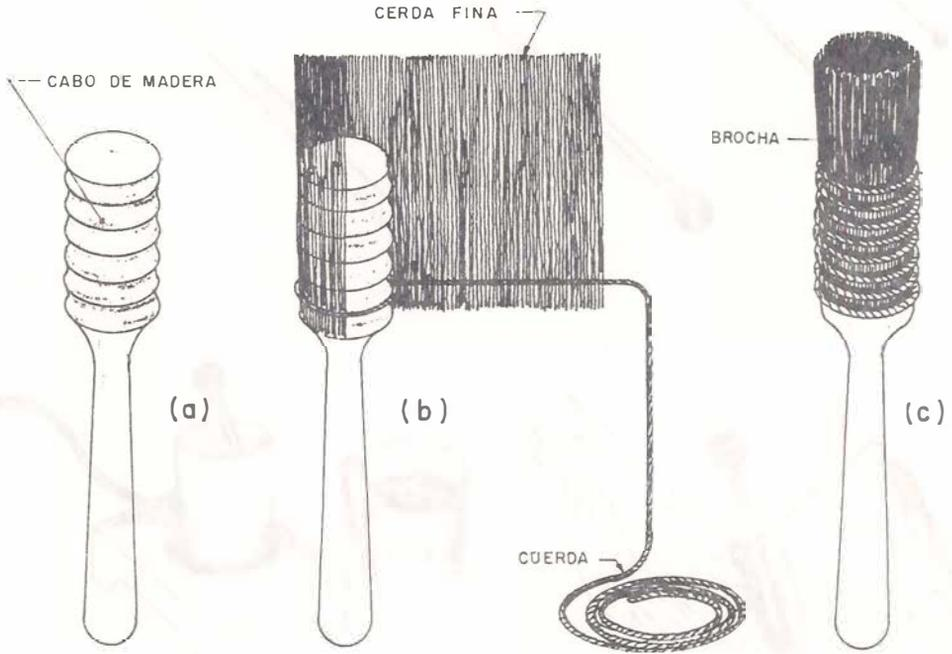

Fig. 68
3. En el caso de no conseguir en el comercio brochas y pinceles como los recomendados, es interesante que el modelista aprenda a fabricarlos, para lo cual se puede emplear este sencillo método (Ver Fig. 68).
- b. Tome una pita y anúdela al cabo, luego tome un haz de cerdas muy finas y extiéndalas como indica la Figura y muy cuidadosamente vaya rodeando el cabo con las cerdas (Ver Fig. 68-B).
- c. Amarre el conjunto con la pita (Ver Fig. 68-C).